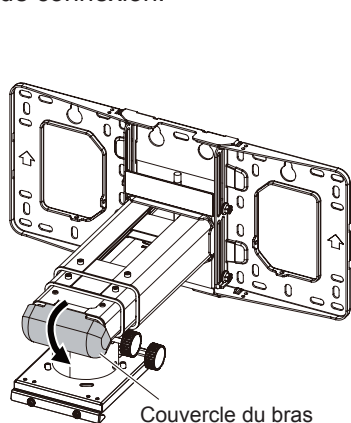

Fig.1
- 1) **Retirez le couvercle du bras du support de montage mural. (Fig.1)**